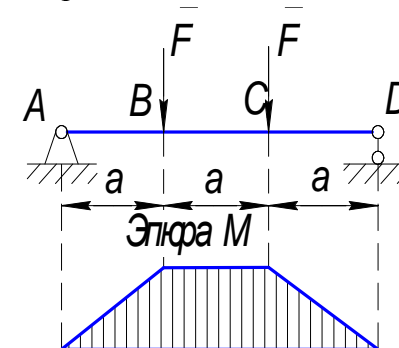

Рис.2.23
2.53. На участке AB балки (рис. 2.23) имеет место [простой выбор]